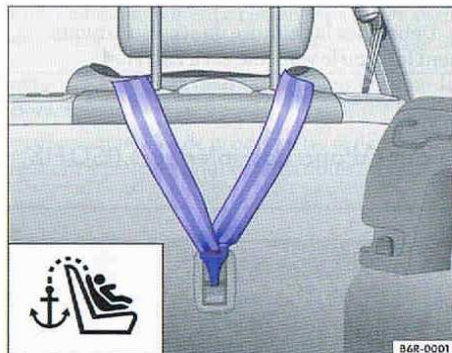

Fig. 53 Ceinture de retenue supérieure accrochée dans le coffre à bagages.
- Accrochez la ceinture de retenue supérieure à l'œillet de retenue correspondant du dossier de banquette arrière dans le coffre à bagages (pour TOP TETHER) ⇒ fig. 53.